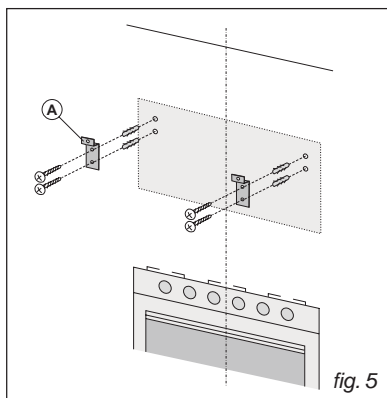
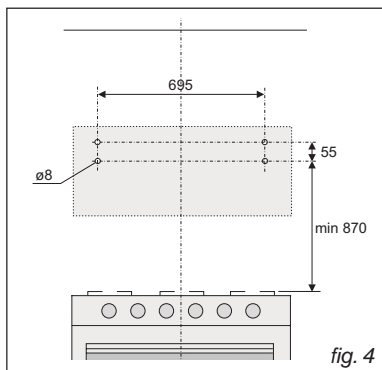

fig. 5
fig. 4
- **Fixation au mur:** Tracez une ligne sur le mur, à la verticale de votre plan de cuisson. Tracez sur le mur les 4 premiers trous que vous devrez percer, en respectant les mesures indiquées à la Fig.4; percez 4 trous et y placez les 4 chevilles (fournies en équipement). Fixez les supports métalliques (A) au mur en utilisant les trous percés - Fig.5 - (les vis pour la fixation du support sont fournies).